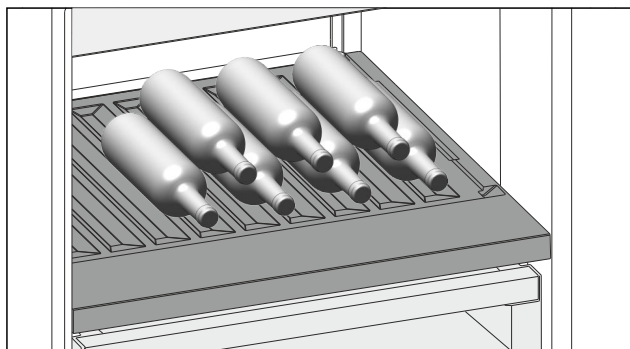

Fig. 133 Simbolična slika
- Steklenice vstavite z dnom proti zadnji steni aparata. (glejte Fig. 133)